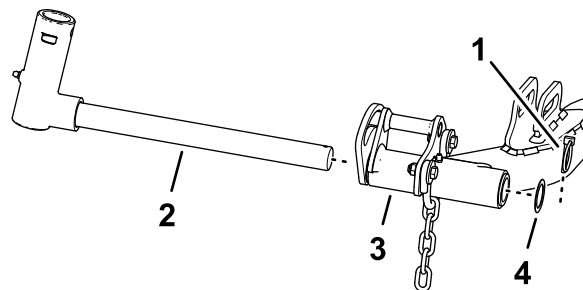

図 27
1. 昇降アームのピボットシャフトを昇降アームに固定しているリンチピンとワッシャを外し、昇降アームからピボットシャフトを抜き出す図 27。